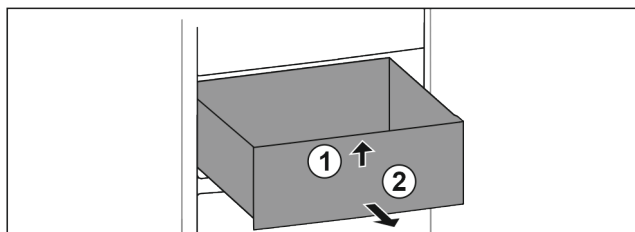

Fig. 27
- Levante el cajón por delante. Fig. 27 (1)
- Extraiga el cajón hacia delante. Fig. 27 (2)